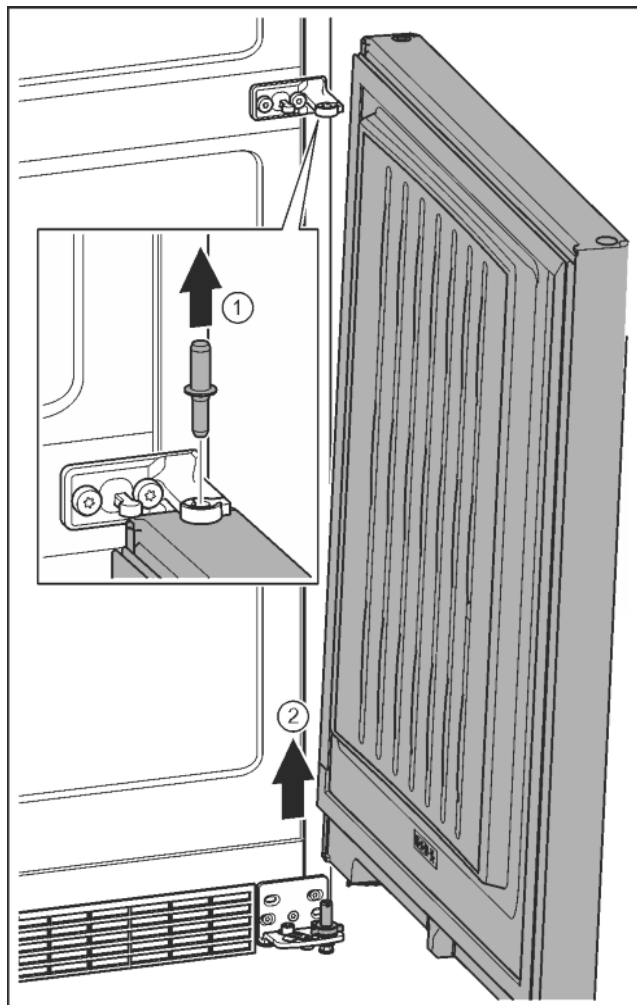

Fig. 10
- Sortir le boulon par le haut. *Fig. 10 (1)*
- Faire basculer la porte vers l'extérieur, la tirer vers le haut et la mettre de côté. *Fig. 10 (2)*